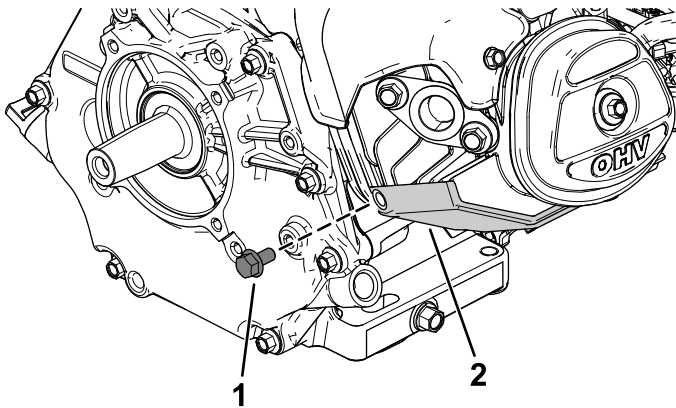

Bild 6
2. Entfernen Sie die Schraube von der Motorbefestigungsfläche (Bild 6).